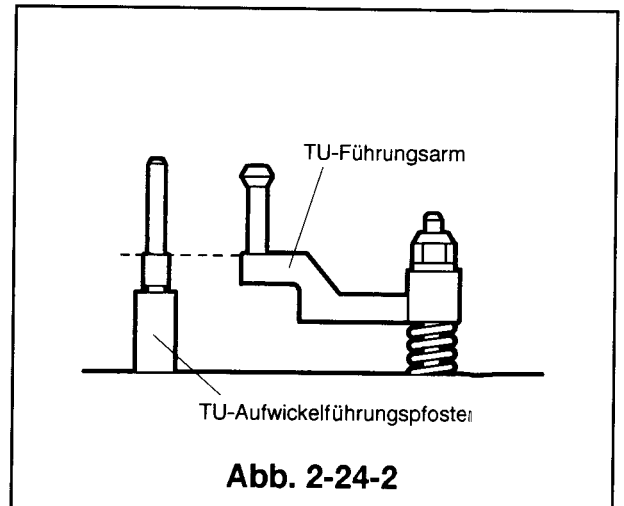

Abb. 2-24-2
- ① Das eine Ende der TU-G Feder am TU Führungsarm einhängen und auf der Achse befestigen.
- ② Schmierfett (PG-641)[859D55O30] an der mit der Mutter in Berührung kommende Fläche des neuen TU-Führungsarms auftragen. Den TU-Führungsarm an der Achse montieren und mit der Mutter befestigen (die Voreinstellung der Höhe des TU-Führungsarms wie in Abb.2-24-2 gezeigt einstellen).